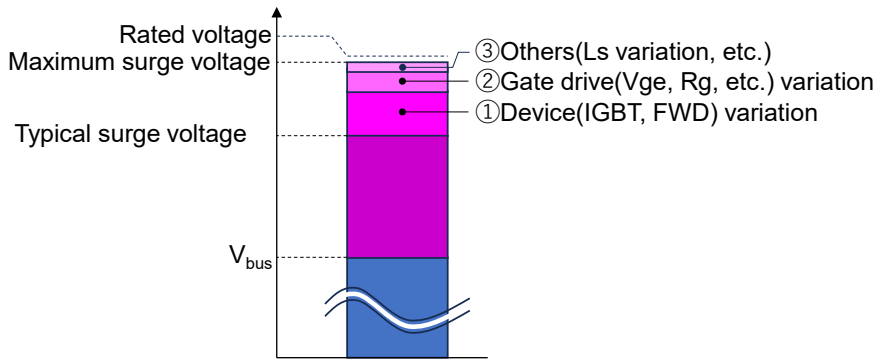

図 4-3 サージ電圧の各種バラツキ要因(イメージ)
以上、ターンオン、オフ時に発生するサージ電圧について説明しました。このサージ電圧には、様々なバラツキ要素が存在します。これを模式的に示したのが 図 4-3 です。典型的サージ電圧に加え、サージ電圧を増大させる主な要因として、①IGBT、FWD の特性バラツキ、②ゲート電圧、ゲート抵抗バラツキを主なものとするゲート回路のバラツキ、これらのバラツキに比べると影響度は小さいですが、③ L_s のバラツキ等その他の要因も考えられます。これら全てのバラツキ要因を考慮してもサージ電圧は定格電圧を超えないようなゲートドライブ条件にしなければなりません。尚、各種バラツキ要因の加算において、単純に加算するのは過大と考えられる場合、統計的な処理を考慮することも考えられます。重要なことは、あらゆるバラツキを考慮した上で、全ての動作温度範囲（通常、 $-40\text{ }^\circ\text{C} \sim 175\text{ }^\circ\text{C}$ ）でサージ電圧は定格電圧を超えないような条件にすることです。